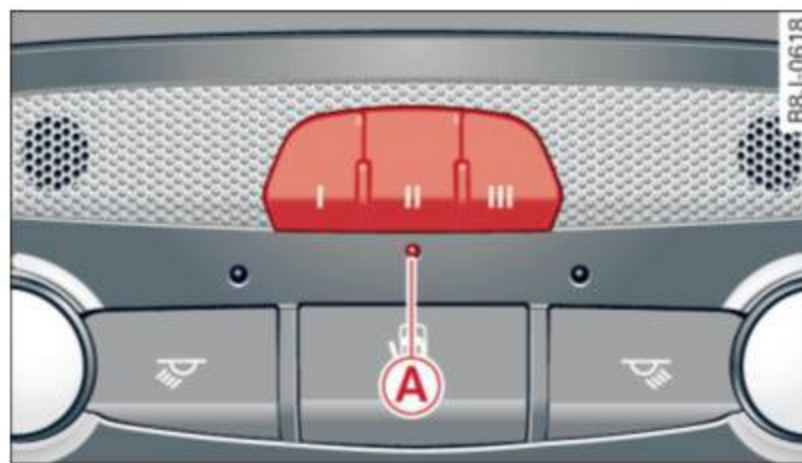

Fig. 131 Garniture de toit : commandes
- ▶ Il y a deux façons de programmer le bouton : appuyez sur le bouton ⇒ *page 127*, *fig. 131* que vous désirez programmer. Utilisez les instructions qui apparaissent sur le MMI* pour effectuer la programmation. Ou
2. Enfoncez et maintenez les deux boutons latéraux de HomeLink ⇒ page 127, fig. 131 jusqu'à l'extinction complète de la DÉL **A** (20 secondes environ). Cette procédure efface les codes normalisés qui ont été réglés en usine et il ne faut **pas** la répéter pour la programmation d'autres boutons.
- ▶ Regardez la DÉL **A** ⇒ *page 127, fig. 131*. Si la DÉL clignote rapidement, les caractéristiques, telle que l'ouvre-porte de garage, sont équipées d'un code aléatoire.